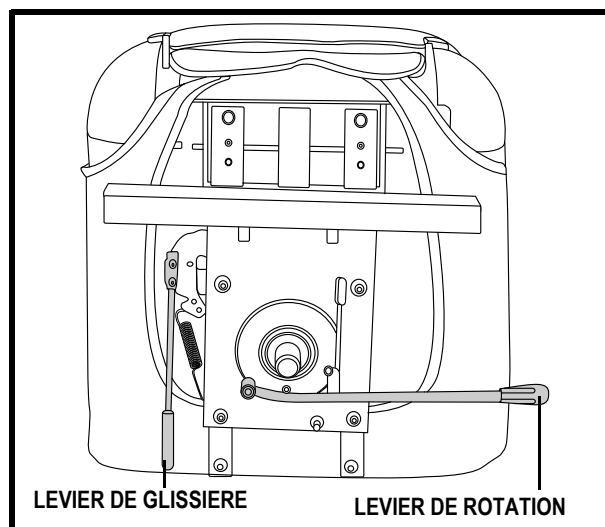

Figure 15. Réglages du siège
1. Poussez le levier vers l'avant pour débloquer le siège. **Voir la figure 15.**
Votre scooter est équipé d'une glissière à siège de type automobile. Vous pouvez déplacer le siège vers l'avant ou vers l'arrière. **Voir la figure 15.**